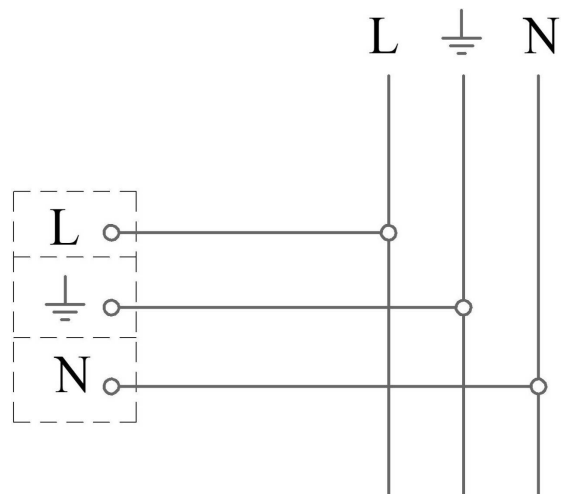

Рисунок 3 - Схема подключения светильника к сети
5.4 Подключите кабель ПВС 3x0,75 к питающей сети согласно схеме (рис.3) с соблюдением полярности, указанной на маркировке, и обеспечивая герметичность соединений.